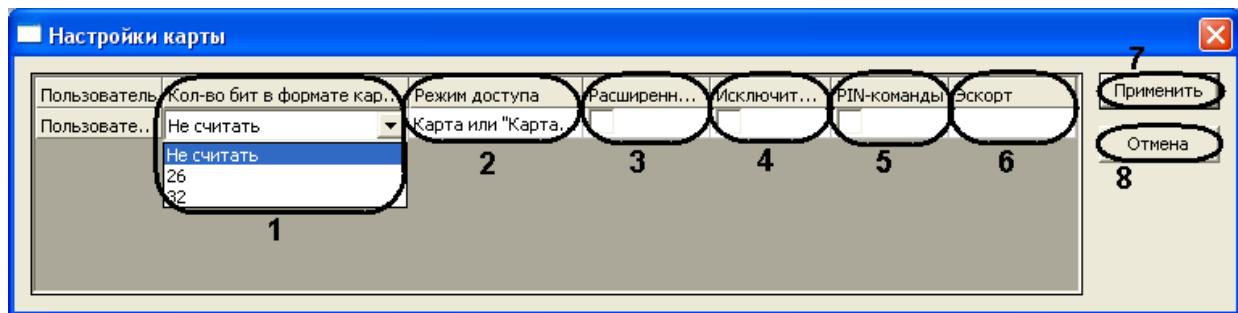

Рис. 3.10—2 Настройка пользователей
- a) Выбрать необходимое количество бит в формате карты (Рис. 3.10—2, 1):
- 26 бит – в случае, если используется разделение на код объекта (8 бит, число от 1 до 254) и код карты (16 бит, число от 1 до 65534). Как правило, число написано на карте и оно может выглядеть следующим образом: 42 64853, или 42,64853, или (42)64853.